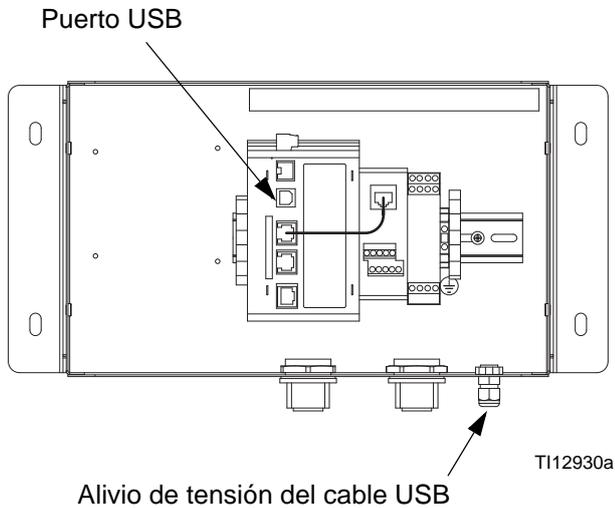

FIG. 13: Puerto USB del módulo Gateway
1. Conecte el cable USB (23, suministrado) entre el puerto USB del módulo Gateway y un puerto USB del PC. Vea la FIG. 13.